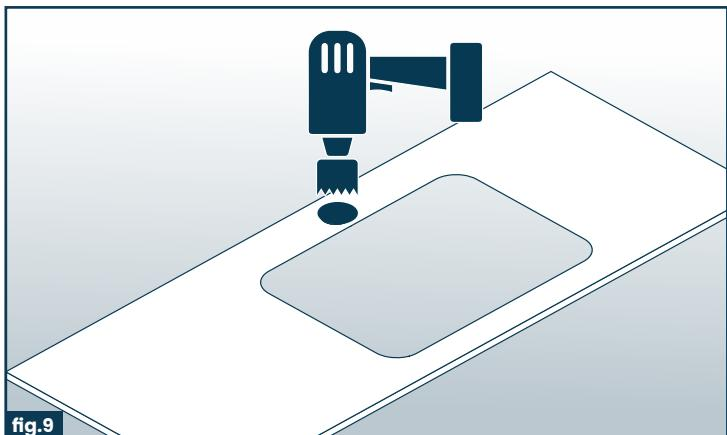

fig.9
5. Using the power drill, drill a starting hole for the saw in the area of the countertop to be cut out (Fig. 9).
5. Usando el taladro eléctrico, taladra un agujero inicial para la sierra en el área del mostrador que se cortará (Fig. 9).